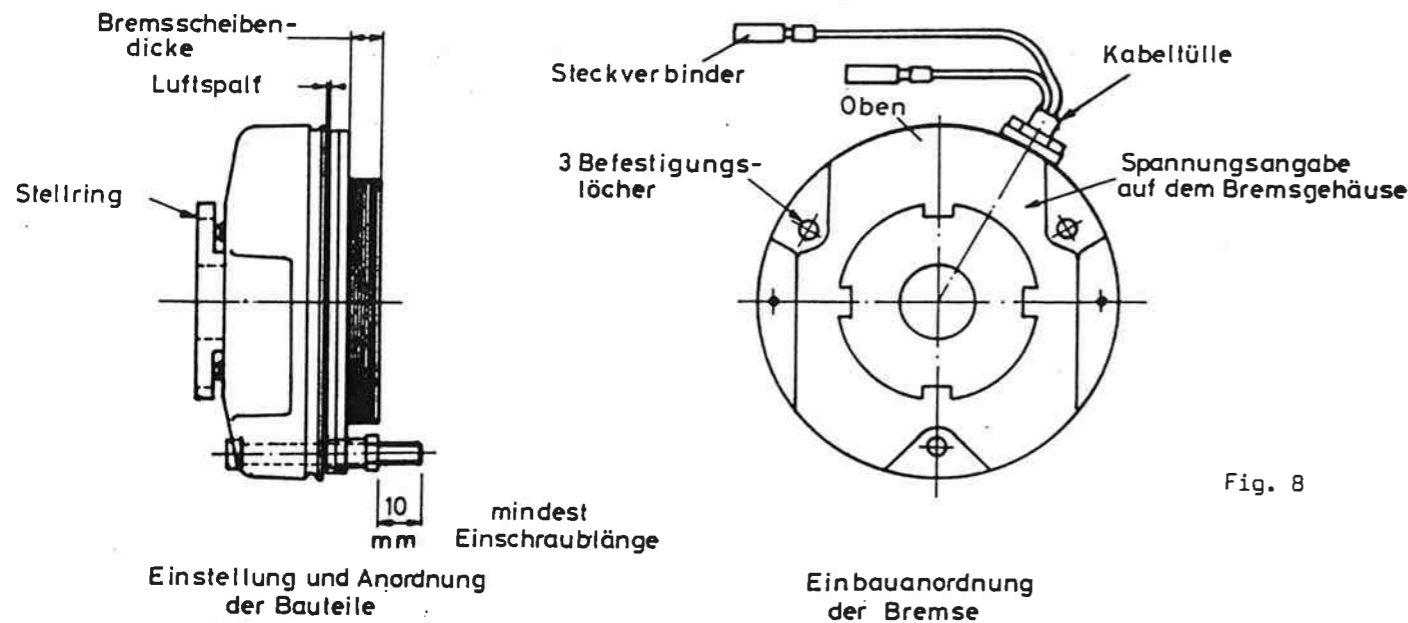

Fig. 8
6. Lage der Bremse vor Ausbau merken, damit die Kabel der neuen Elektro-Bremse beim Einbau wieder die richtige Position haben. (Fig. 8)
Luftspalt- und Bremsmoment-Nachstellung der Lenze Bremse (Fig. 8 und 23)
Luftspalt- und Bremsmoment-Nachstellung der KEB Bremse (Fig. 8 und 22)